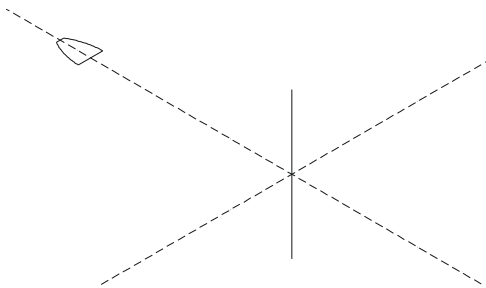

图 10-2-5
STEP 07 使用 LINE 命令绘制轮齿拉伸轨迹线, 如图 10-2-5 所示。其具体操作如下: